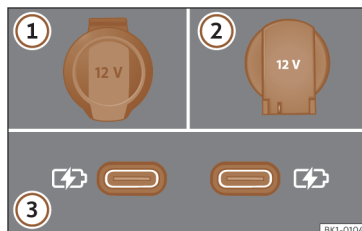

Fig. 143 Tomadas de corrente de 12 Volts do veículo
>>> **Fig. 143**
Em função do equipamento e do país, o veículo pode dispor também de conectores USB com função **exclusivamente de carga ou tomada de corrente** >>> **Fig. 143 (3)**.